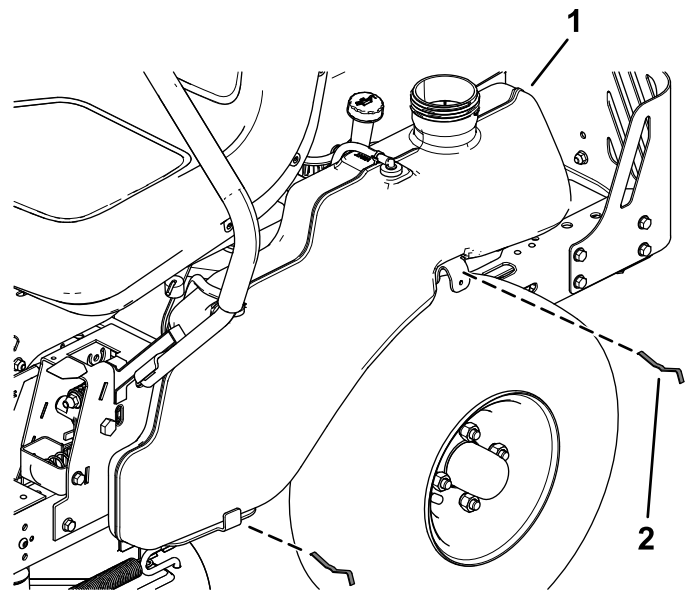

Figura 3
2. Retire os dois cliques do depósito de combustível do lado inferior do depósito de combustível e rode o depósito para o lado (Figura 3).
7. Rode o depósito de combustível novamente para a posição e prenda-o utilizando os cliques do depósito de combustível previamente removidos (Figura 3).